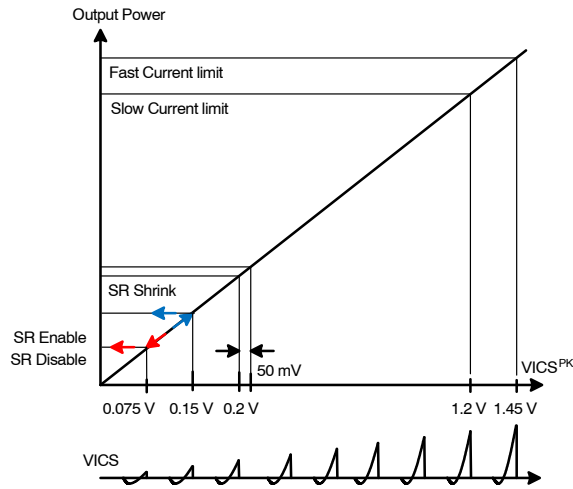
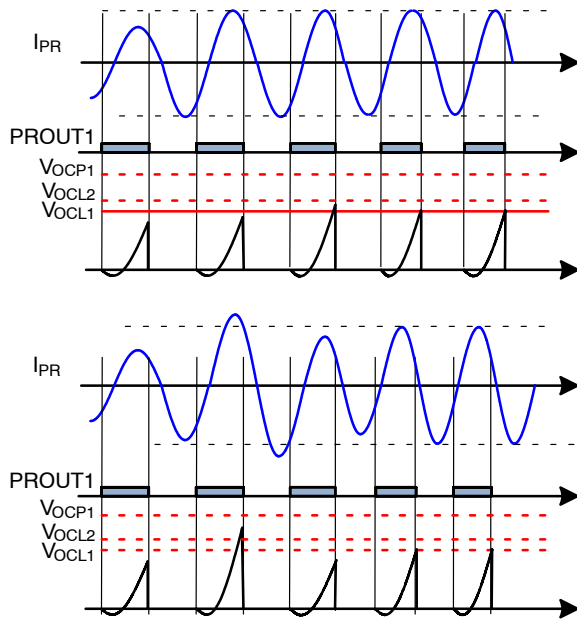
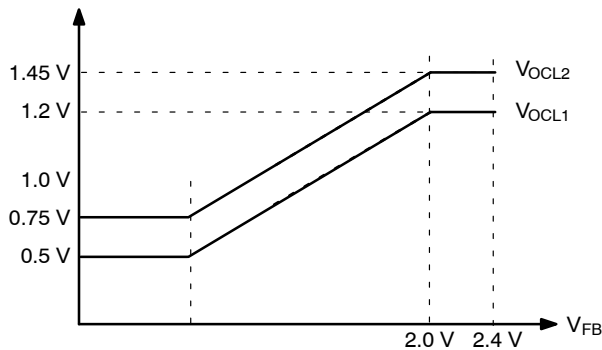

図 63. VICS ピーク電圧に関連した機能
図 64. 周波数シフト (補正電圧カットバック) による ICS ピンの電流制限
図 65. フィードバック電圧による電流制限しきい値の変調
電流センス電圧 (VICS) の積分値のピークは、LLC 共振コンバータの平均入力電流に比例するため、以下リストおよび、図 63 に示すように、4 つの主要機能に使用されます。
3. **過電流制限**： V_{ICS} のピーク値は入力電流制限にも使用されます。図 63 で示すように、異なる 2 種類 (高速、低速) の電流制限があります。軽度の過負荷状態により V_{ICS} のピーク値が上昇し、低速電流制限レベル (V_{OCL1}) を上回ると、内部フィードバック補正電圧がゆっくりと引き下げられ、入力電力に制限がかかります。この制限は、 V_{ICS} のピーク値が V_{OCL1} を下回るまで維持されます。より重度の過負荷状態では、図 64 に示すように、 V_{ICS} のピーク値が高速電流制限しきい値 (V_{OCL2}) を超え、内部フィードバック補正電圧は急速に引き下げられて、入力電力に制限がかかります。この制限は、 V_{ICS} のピーク値が V_{OCL2} を下回るまで維持されます。 V_{ICS} のピーク値での電流制限しきい値は、出力電圧センス信号 (V_{FB}) の減少に伴い、図 65 に示すように、過負荷条件下で出力電流を制限するように変化します。これらの制限しきい値は、コンバータが長期のホールドアップ時間のため大幅に共振点以下となる周波数で動作をした場合、高い値 ($V_{OCL1.BR}$ と $V_{OCL2.BR}$) に変化します (ホールドアップ時間ブースト機能を参照)。